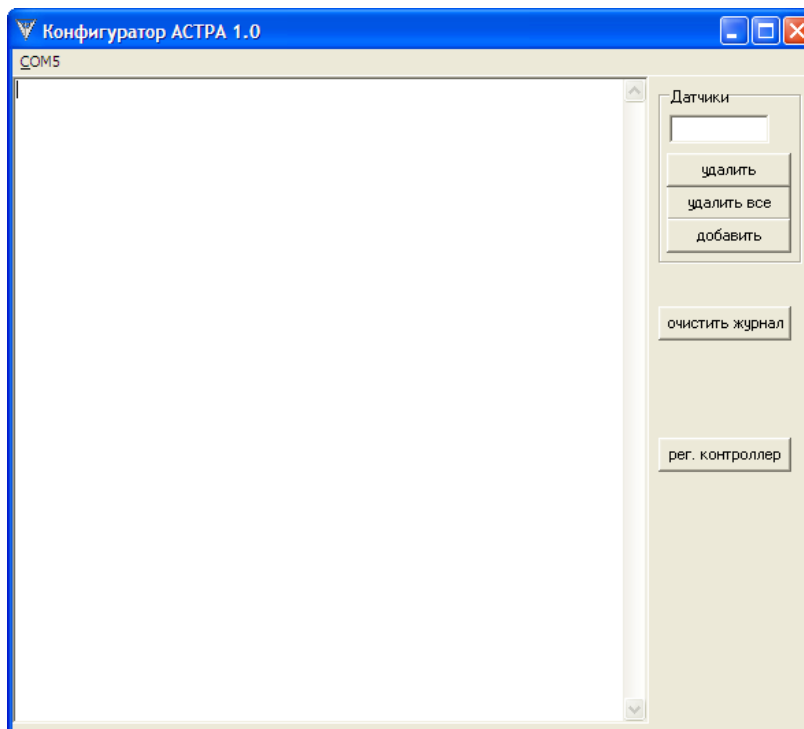

Рисунок 12
3.5.2 Нажать кнопку «Связывание радиодатчиков». На экране ПЭВМ появится окно «Конфигуратор Астра» (рисунок 12).